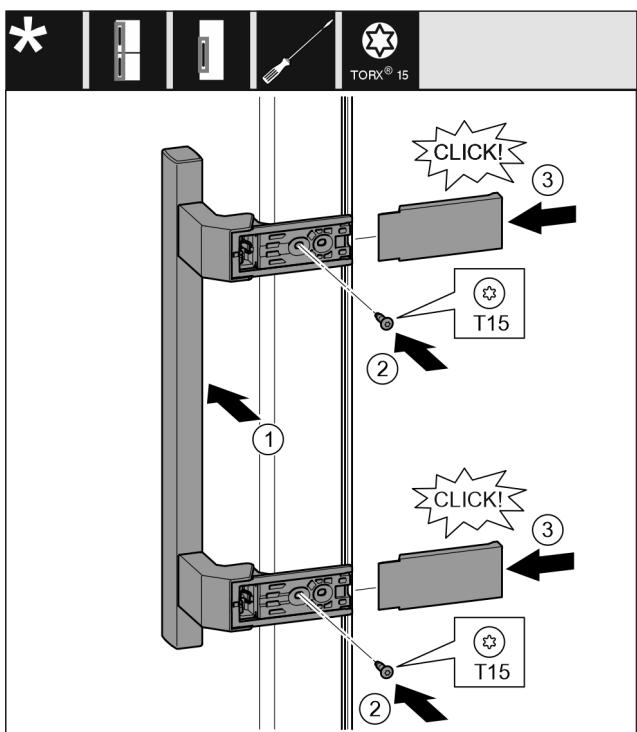

Fig. 20
- ▶ Rankenėlę uždékite priešingoje pusėje. Fig. 20 (1)
- ▶ Tvirtai prisukite varžtus atsuktuvu T15. Fig. 20 (2)
- ▶ Uždékite dengiamasias plokštelių ir jas užmaukite. Fig. 20 (3)